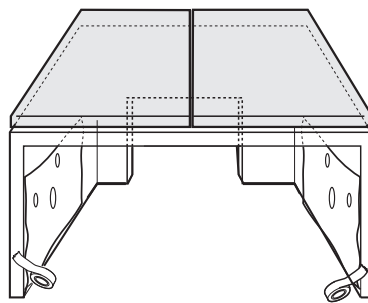

Fig. 3
3. Appliquez le gabarit fourni avec l'appareil, à droite puis à gauche de celui-ci (Fig. 3), et percez comme indiqué (3 orifices clos, 2 de Ø 2 mm, 1 de Ø 5 mm).